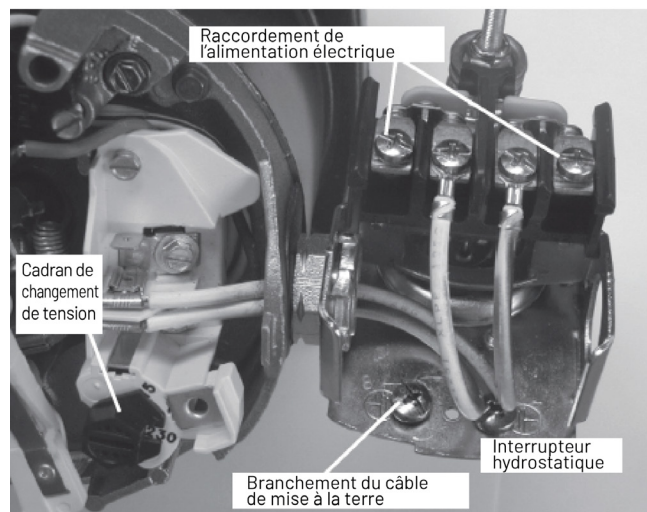

Figure 9 : Cadran de réglage de la tension
- Raccordez d'abord le fil de terre (figure 9). Le fil de terre doit être un fil en cuivre massif ayant un diamètre équivalent ou supérieur à celui des fils d'alimentation.
- Raccordez les fils d'alimentation au pressostat comme illustré à la figure 9.